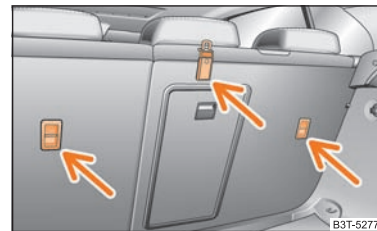

Fig. 173 Scaunul din spate: Top Tether
În unele țări, legea impune echiparea scaunelor din spate cu inele de fixare pentru scaunele pentru copii cu sistem „Top Tether” ⇒ fig. 173. ▶
- Fixați scaunele pentru copii cu sistem „Top Tether” numai în locurile special prevăzute => pagina 175, fig. 173.